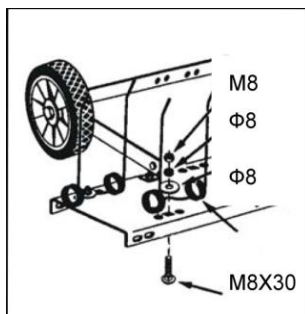

Rysunek 5
7. Zamontuj oś kół po zewnętrznej stronie dwóch małych kątowników za pomocą dwóch bolców (M8x20) i nakrętek zabezpieczających (M8), patrz rysunek 5. Końcówki osi muszą być w takiej pozycji, jak pokazano na rysunku. Dokręć bolce i nakrętki do oporu, po czym lekko je odkręć.